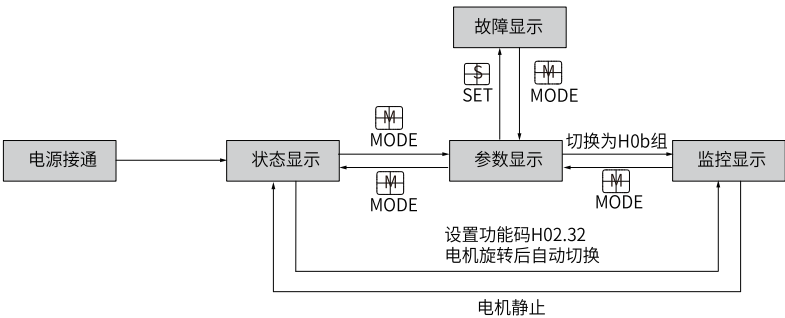

图1-3 面板各类型显示切换方法示意图
- 按“MODE”键可在不同显示模式之间切换，切换条件如 第14页 “图1-3” 所示。